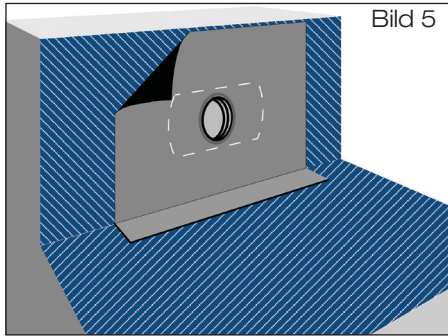

Bild 5
- 1.6 Bei bituminösen Dampfsperrbahnen sind Decke und Wand mit Bitumen-Voranstrich zu versehen (Bild 5). Hochpolymere Dampfsperrbahnen sind gemäß der Verlegevorschriften des Folienherstellers auf dem Untergrund zu fixieren.